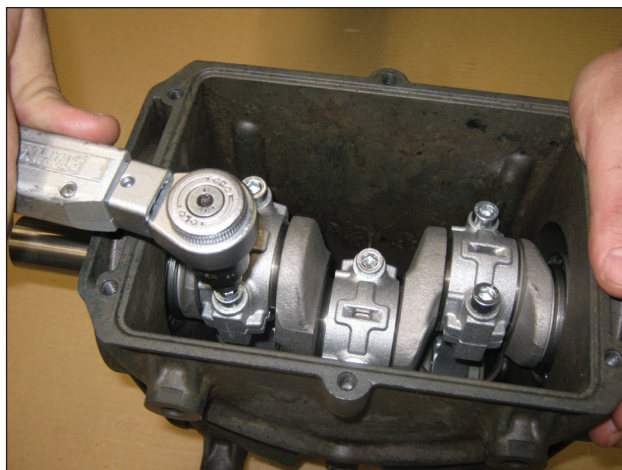

图10
- 使用M8x35螺丝（图10）将帽固定到相应的连杆上，同时润滑头部和螺纹杆，分两个阶段进行：